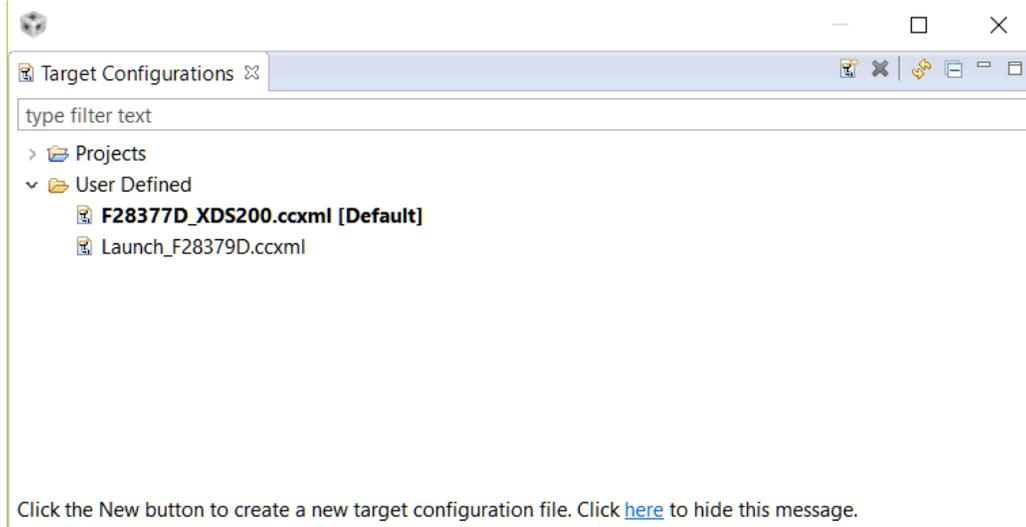

图 7-2. 目标配置视图
9. **检查目标配置**：目标配置文件 (.ccxml) 包含连接到目标器件和在用 JTAG 调试探针所需的信息。要查看当前目标配置，请在 CCS 的“View”选项卡下选择“Target Configurations” (图 7-2)。双击与要调试的目标对应的 .ccxml。如果正确安装了调试探针的驱动程序并且选择了正确的选项，则 **Test Connections** 按钮 (图 7-3) 应该可供使用并准备好执行。此测试的数据日志可以帮助查明连接问题的原因，请勿跳过此步骤。许多示例工程作为 C2000Ware 或 controlSuite 的一部分进行安装，它们具有一个 **target configs** 文件夹。这个文件夹中包含一个 .ccxml 文件，该文件是基于默认 EVM 和调试器的假设预先创建的。当使用 **Debug** 图标启动调试会话时，会使用此文件。如果 **Debug** 按钮是启动调试会话所需的方法，则需要修改 **target configs** 中的 .ccxml。